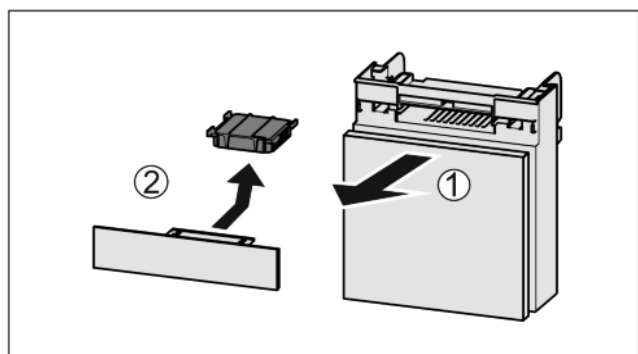

Fig. 41
- ▶ Издърпайте Fig. 41 (1) напред отделението.
- ▶ Извадете Fig. 41 (2) филтъра с активен въглен.